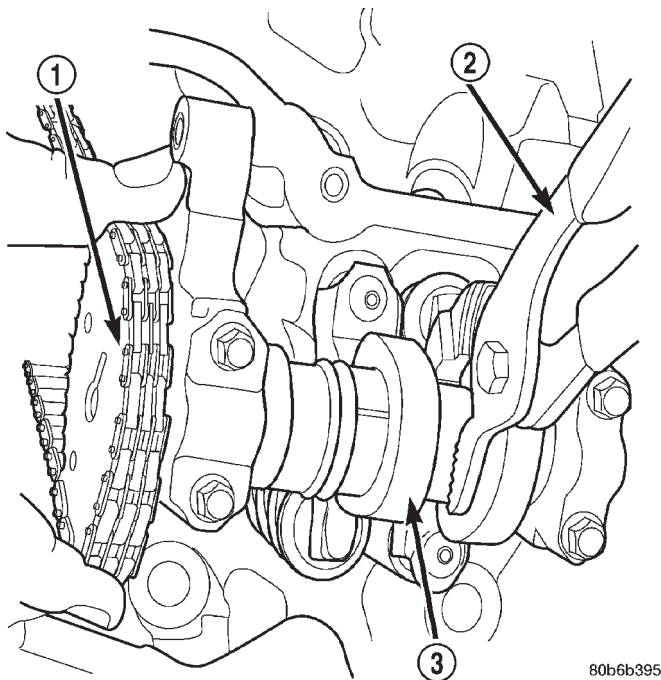

Abb. 87 Nockenwellenrad und Kette
(6) Nockenwelle mit verstellbarer Zange festhalten, Schraube/Nockenwellenrad herausdrehen und Nockenwellenrad ausbauen (Abb. 87).
(7) Nockenwelle mit der Zange vorsichtig um 15° im Uhrzeigersinn drehen, bis sich die Welle in neutraler Stellung befindet (keine Belastung durch Ventile).